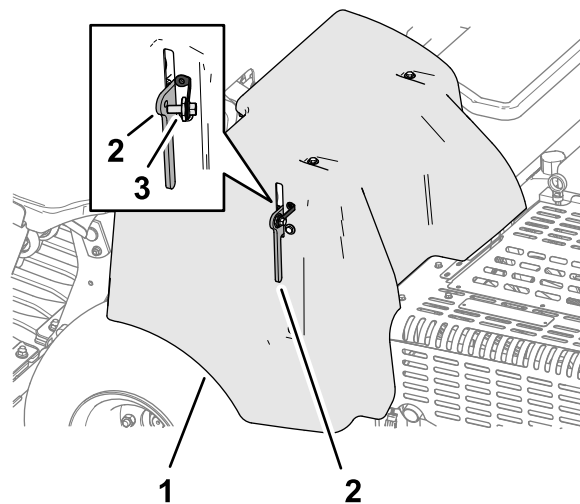

Figura 141
1. Si la máquina tiene la trabilla de cierre de la cubierta de la correa CE, afloje el perno de la trabilla hasta que se separe del cierre de la cubierta (Figura 141).